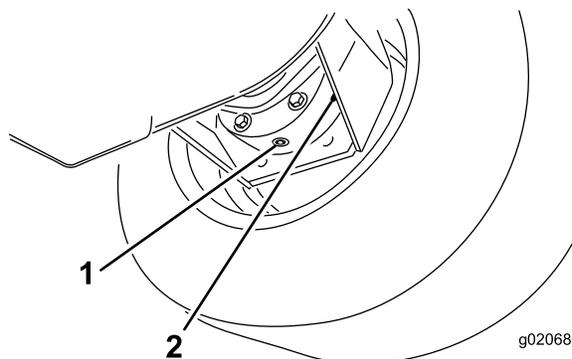

Figura 62
3. Mettete una bacinella sotto la scatola del freno, togliete il tappo di spurgo e lasciate defluire l'olio (Figura 62).